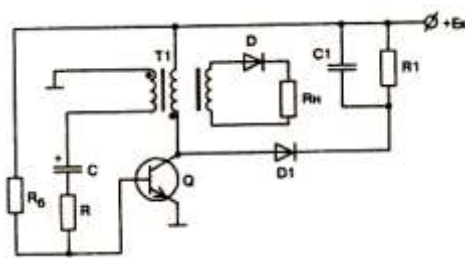

Рисунок 8 - Принципиальная схема автоколебательного блокинг-генератора
*Вспомогательный преобразователь.* Вспомогательный преобразователь является конструктивной особенностью источников питания формата АТХ. Данный преобразователь формирует напряжение +5ВSB в выключенном состоянии системного модуля. Устройство представляет собой блокинг-генератор, функционирующий в автоколебательном режиме в течение всего времени замкнутого состояния сетевого выключателя блока питания. Упрощенная схема автоколебательного блокинг-генератора для обратноходового преобразователя приведена на рис. 8. Основными элементами блокинг-генератора являются транзистор Q и трансформатор Т1. Цепь положительной обратной связи образована вторичной обмоткой трансформатора, конденсатором С и резистором R, ограничивающим ток базы. Резистор Rб создает контур разряда конденсатора на этапе закрытого состояния транзистора. Диод D исключает прохождение в нагрузку Rн импульса напряжения отрицательной полярности, возникающего при запирании транзистора. Ветвь, состоящая из диода D1, резистора R1 и конденсатора C1, выполняет функцию защиты транзистора от перенапряжения в коллекторной цепи.